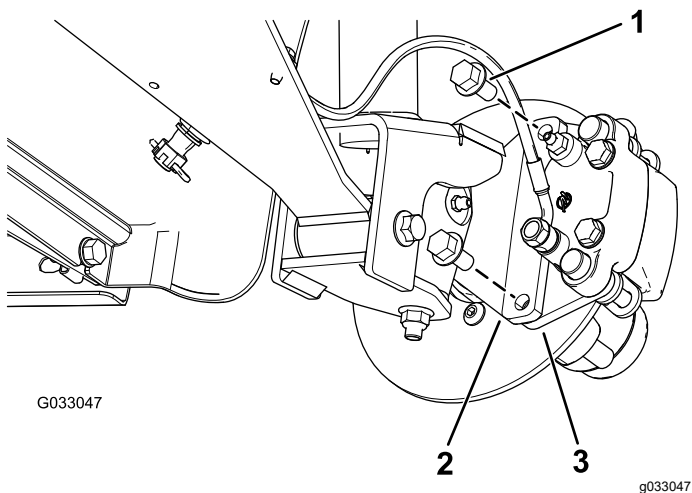
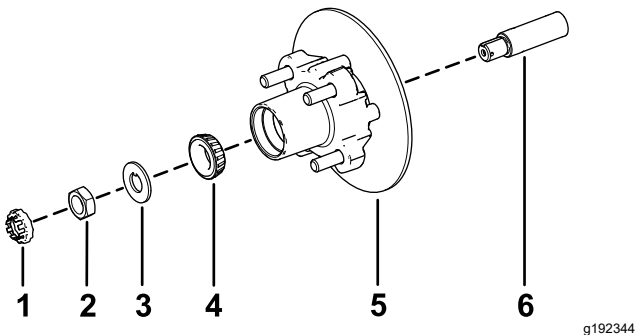

图 33
图 37
3. 卸下将制动器总成支架固定到主轴的凸缘头螺栓 $\frac{3}{8} \times \frac{3}{4}$ 英寸将制动器与主轴分开 图 33。
- 在主轴上涂上薄薄一层指定润滑脂图 37。
- 将轮毂和转子组装到带内转子的主轴上图 37。
- 将外置轴承组装到主轴上并将轴承放置到外置座圈内图 37。
- 将止动垫圈组装到主轴上图 37。
- 将主轴螺母拧到主轴上上紧螺母扭矩至 15N·m 同时旋转轮毂将轴承调整到位图 37。
- 将刹车踏板与转子的任意一侧对齐图 33 将制动盘托盘中的孔与主轴机架的制动器安装架中的孔对齐图 37。
- 用 2 个凸缘头螺栓 $\frac{3}{8} \times \frac{3}{4}$ 英寸将卡钳支架固定到主轴机架上图 33。